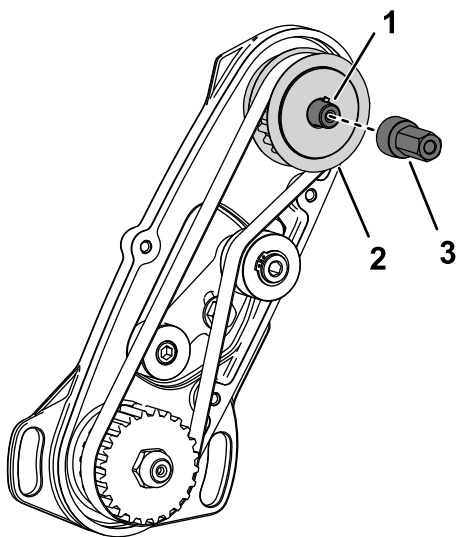

Figura 8
4. Enquanto segura a polia da transmissão para não se mover, instale o terminal da transmissão no eixo de transmissão do cilindro (Figura 8).